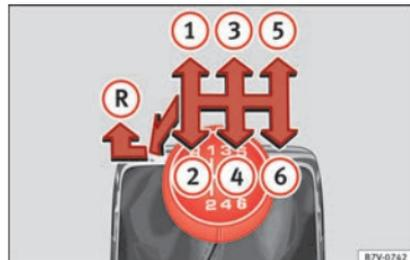

Fig. 47 Grille des vitesses de la boîte mécanique à 6 vitesses.
Les positions des vitesses sont représentées sur le levier de vitesses » fig. 47.
- Au point mort, appuyez sur le levier de vitesses, déplacez-le complètement vers la gauche puis vers l'avant pour passer la marche arrière » fig. 47 **R**.